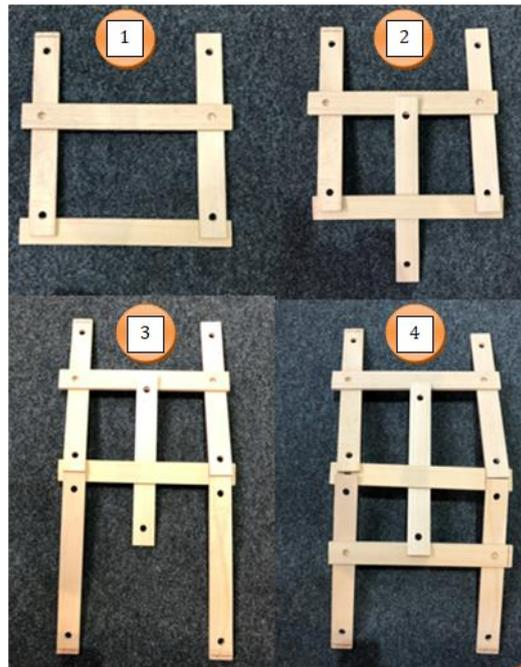

Abbildung 15: Bauanleitung Leonardobrücke
- Nehme nun die Bauanleitung (s. Abbildung 15) zur Hand und baue die Brücke gemäß Leonardo da Vincis Prinzip nach.